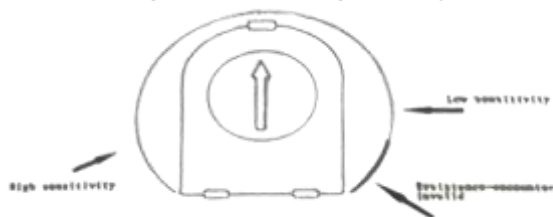

Fig 17
7.1 Detección de puerta abierta bloqueada: Fig. 17